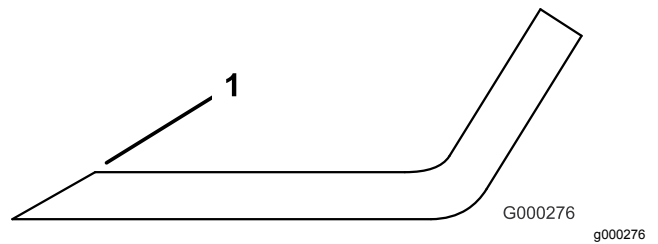

Bild 90
- Prüfen Sie die Schnittkanten aller Messer und schärfen die Kanten, wenn sie stumpf sind oder Kerben haben (Bild 90).
Hinweis: Schärfen Sie nur die Oberseite der Schnittkante und behalten Sie den ursprünglichen Schnittwinkel bei, um die Schärfe des Messers zu gewährleisten (Bild 90). Das Schnittmesser bleibt ausgewuchtet, wenn von beiden Schnittkanten die gleiche Materialmenge entfernt wird.